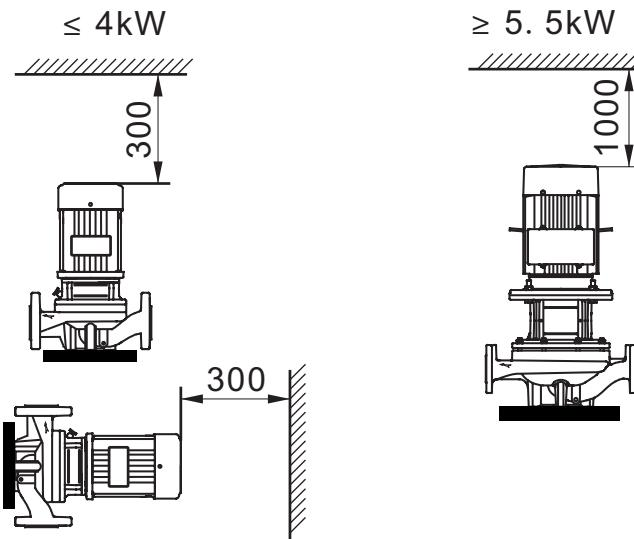

Рис. 2
- 1000мм при мощности электродвигателя от 5,5квт (рис. 2)